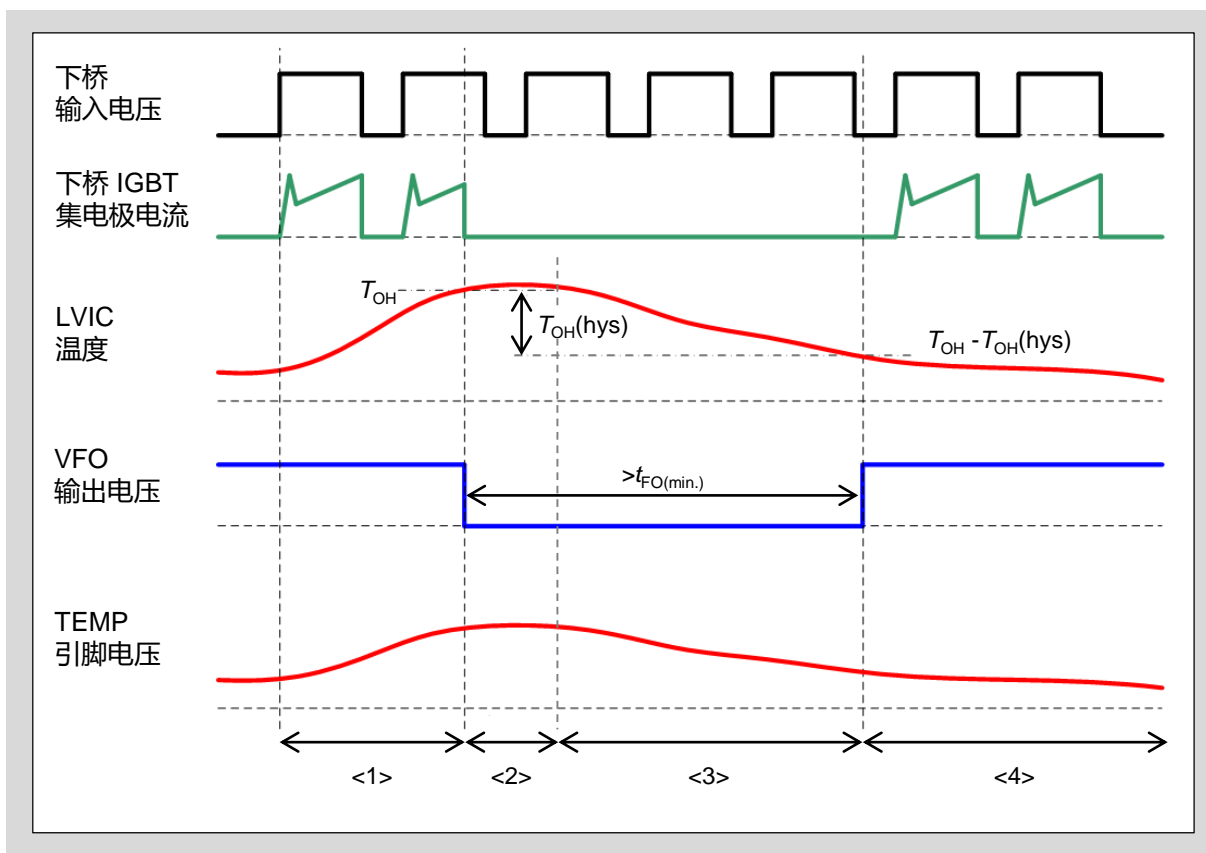

图3-27 过热保护动作时序
- 如图3-27 所示，LVIC 结温比 T_{OH} 高时，IPM 的下桥 IGBT 全部关断。LVIC 结温低于 $T_{OH} - T_{OH(hys)}$ 时，过热保护状态复位。